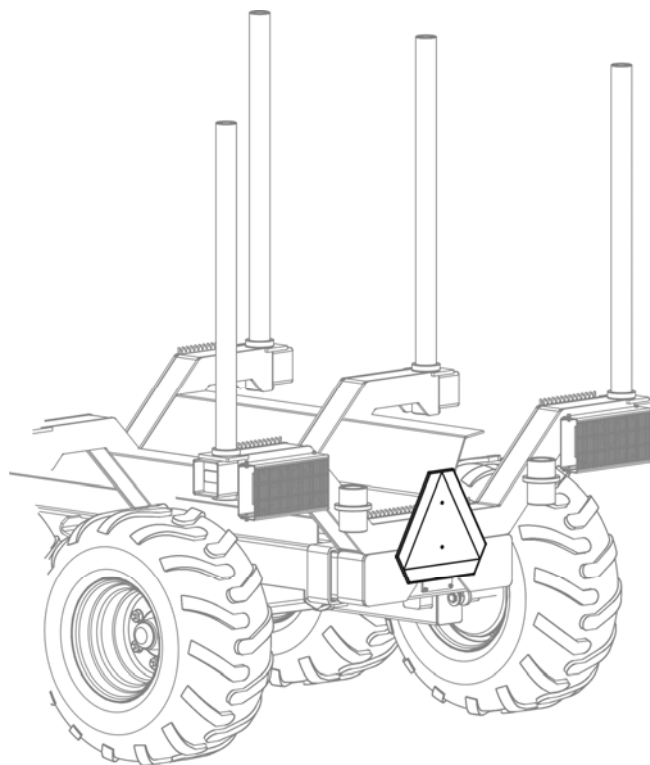

РИСУНОК 3. РАЗМЕЩЕНИЕ ТАБЛИЦЫ, ОБОЗНАЧАЮЩЕЙ МЕДЛЕННО ПЕРЕДВИГАЮЩИЕСЯ ТРАНСПОРТНЫЕ СРЕДСТВА.
- На задней стенке необходимо поместить треугольную табличку, обозначающую медленно передвигающиеся транспортные средства, если прицеп является последним в сцепке (рисунок 3).